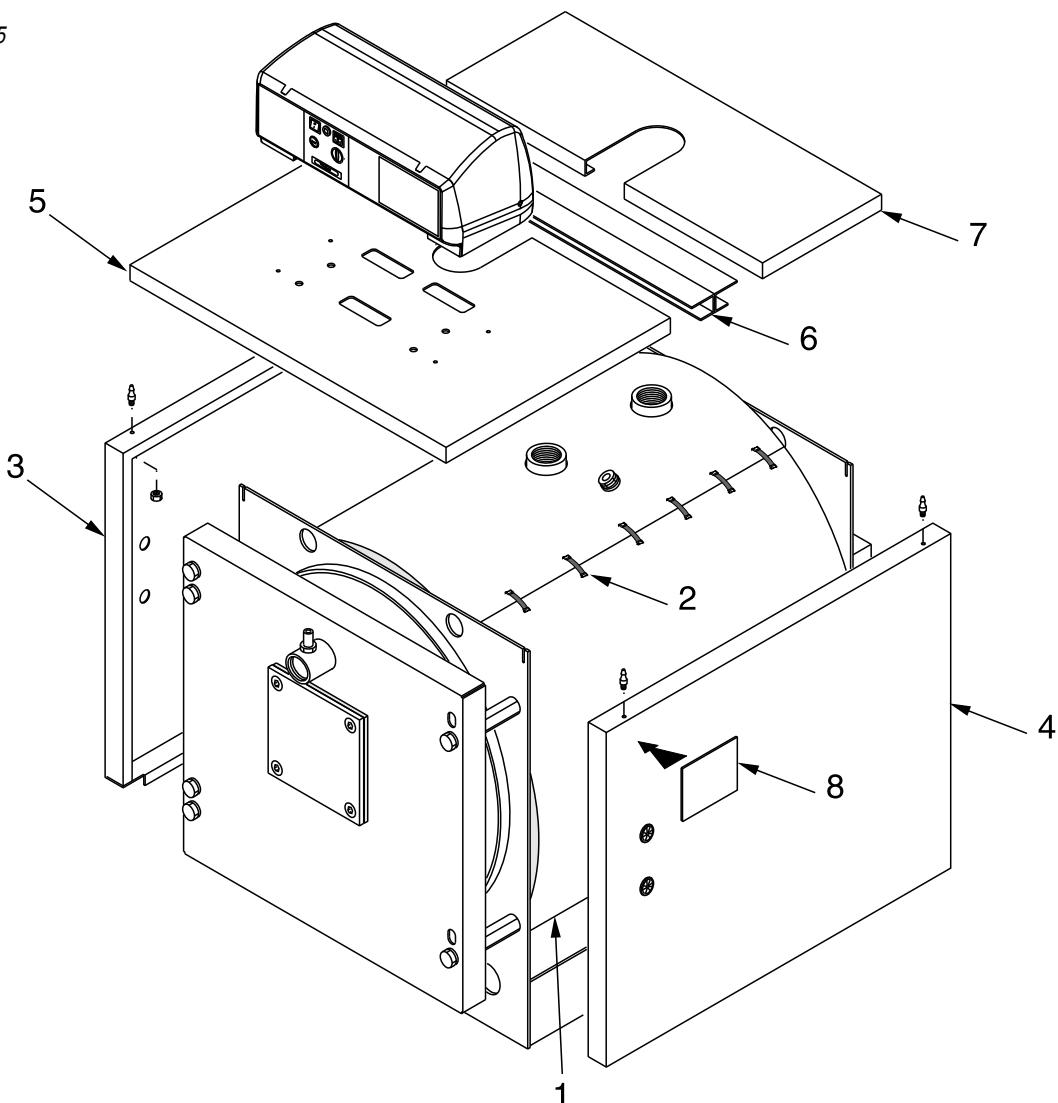

рис. 27
Н.В. Для моделей **TST 80 и TST 450** (см. рис. 27, 28, 29 и 30), обшивка и изоляция находятся в одной коробке с маркировкой:
Последовательность монтажа (см. рис. 27)
- E) Вставьте датчики приборов в манжеты, как показано на рис. 27 и подключите пульт управления к электропитанию, к горелке, насосам, и т.д. Закройте крышку панели управления. Проведите кабель горелки через зажимную панель проводов (поз. 5) со стороны его выхода и зафиксируйте кабель при помощи прилагаемого хомута. Зафиксируйте маленькие панели (поз. 5) на боковых панелях обшивки.
- E) Вставьте датчики приборов в манжеты, как показано на рис. 27 и подключите панель управления к электропитанию, к горелке, насосам, и т.д. Закройте крышку панели управления.